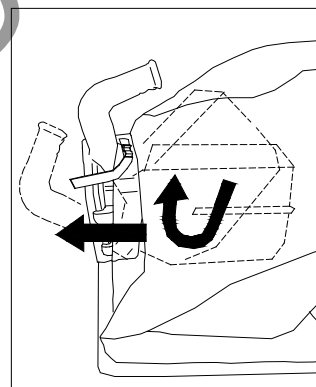

Figura 2
2. **PRENDA** a alavanca do acelerador (item 22) ao guidão (Lado esquerdo para o motor Honda. Lado direito para o Briggs and Stratton.) com os componentes da embalagem das peças (itens 58, 48 e 99). Prenda o cabo com a abraçadeira de plástico (item 98).
3. **FIXE** o cabo da embreagem (item 24) ao lado direito interno do guidão, com os componentes (itens 99, 48 e 57). Então prenda a extremidade do cabo ao cabo do acionador. Depois que estiver fixado, verifique se está funcionando adequadamente.
4. **DESDOBRE** a bolsa de detritos (item 21) e prenda o pescoço da bolsa à desconexão rápida da bolsa (item 12). Prenda-a firmemente à exaustão da carcaça (item 1). (Consulte a *Figura. 2 e 3*)